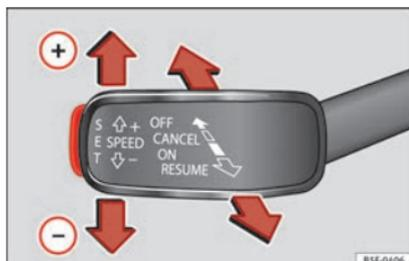

Fig. 33 Vedasi ubicazione nella Fig. 3
- Collegamento del GRA: posizionare la terza leva su ON » fig. 33. Il sistema si accende ma non effettua la regolazione poiché non è programmata alcuna velocità.
- Attivazione del GRA: premere il tasto **SET** » » **fig. 33**. Memorizza e regola la velocità attuale.
- Disattivazione temporanea del GRA: muovere la leva fino a **CANCEL** » » **fig. 33** e rilasciarla o schiacciare il freno. La regolazione si scollega temporaneamente.
- Collegare nuovamente il GRA: muovere la leva fino a **RESUME** » » **fig. 33** e rilasciarla. La velocità memorizzata verrà conservata e regolata nuovamente.
- Disattivazione del GRA: portare la terza leva nella posizione » » **fig. 33** a **OFF**. Il sistema si